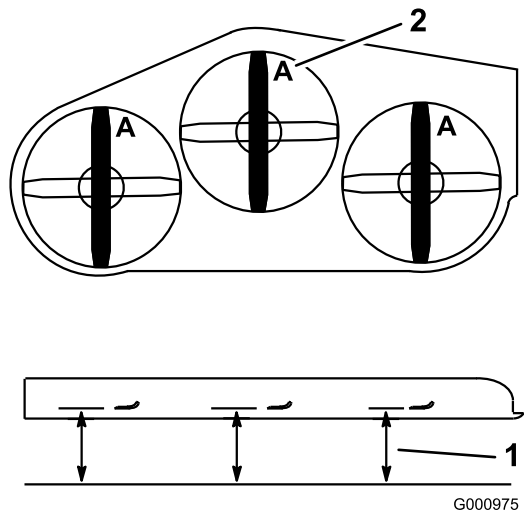

Figure 95
4. Au point A, mesurez l'écart entre la surface plane et le bord coupant de la pointe des lames (Figure 95).